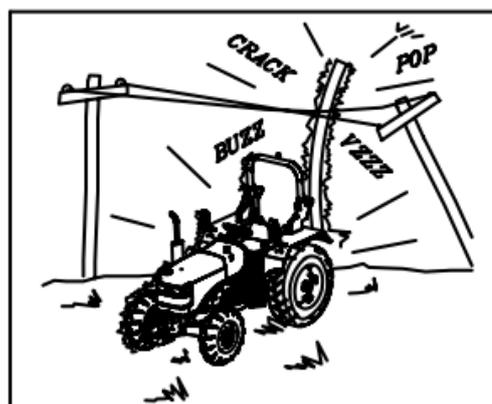

Fig. 2-15
**AVISO:** Um contacto accidental com as linhas de alta voltagem pode provocar a morte. No caso de contacto com condutores de alta voltagem, **NÃO** deixe o trator, mova o trator e/ou o carregador frontal de forma a eliminar o contacto e atingir uma distância segura (Fig. 2-15)